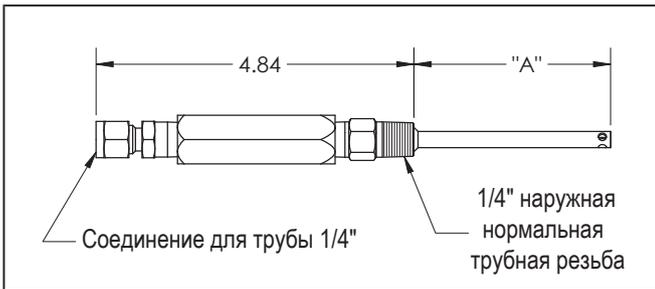

Рис. 17. Приемный шпиндель
- На точках смазки 7, 8, 9, 22 и 32 на приемном фланце должен быть установлен приемный шпindelь/обратный клапан (см. рис. 17 на стр. 18) для правильной смазки цилиндра.